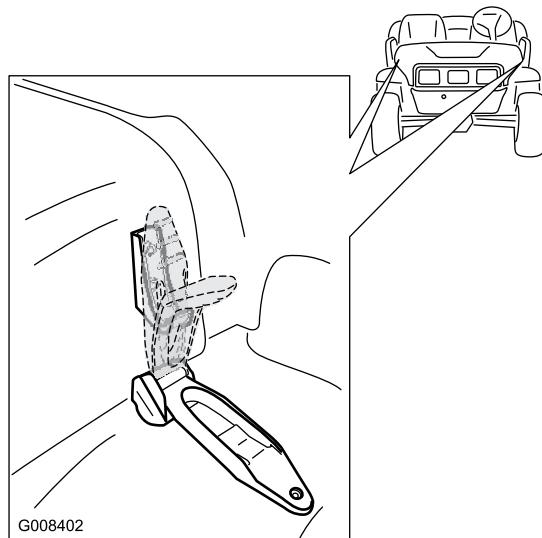

図 24
1. フードの両側についているゴム製ラッチのハンドルを上げる(図 24)。
2. フードの両側で、ラッチとラッチアンカーをそろえてラッチを掛ける(図 24)。